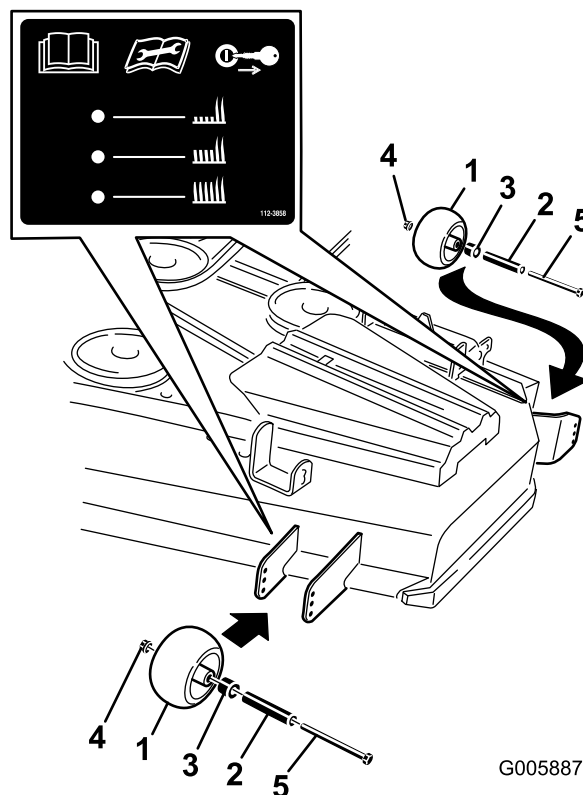
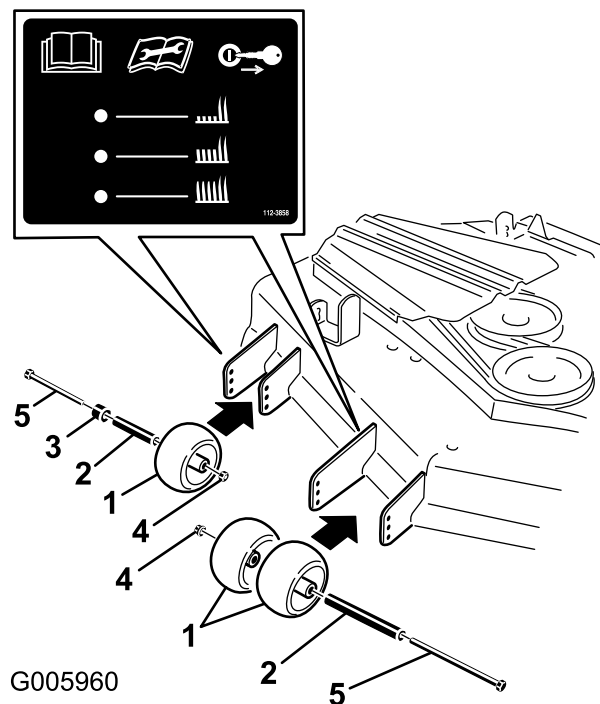

Figure 17
Figure 18
3. Après avoir réglé la hauteur de coupe, réglez les galets en retirant l'écrou à embase, la bague, l'entretoise et le boulon (Figure 17 ou Figure 18).
**Remarque:** Les deux galets centraux n'ont pas d'entretoise (Figure 17 ou Figure 18).
5. Posez l'écrou à embase, la bague, l'entretoise et le boulon. Serrez à un couple de 54 à 61 Nm (Figure 17 ou Figure 18).